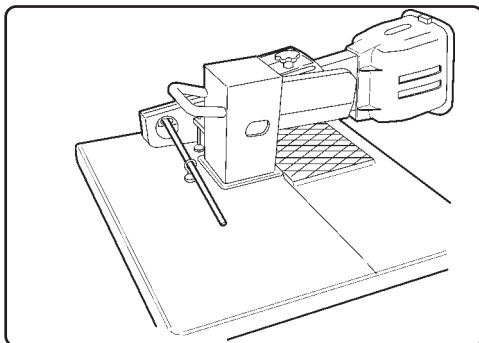

Fig. 12
- Sett vippearmen ned i hullet på arbeidsbordet og inn i det innvendige hullet på den nylige monterte styrestangen (Fig. 12).